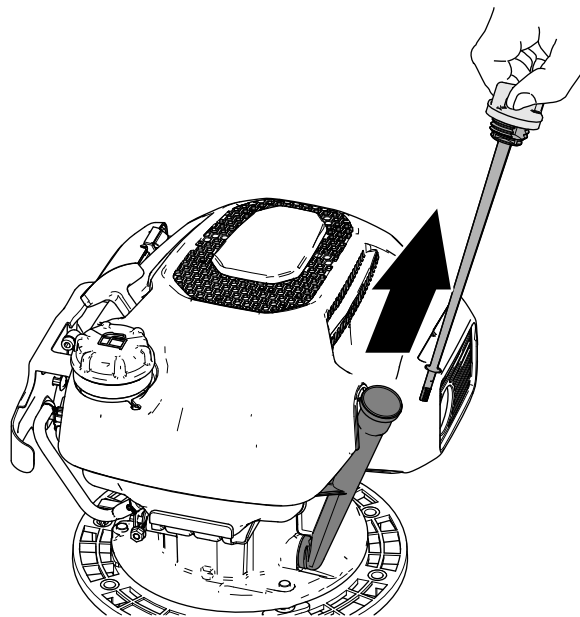

Figure 14
5. Fixez le bloc de fixation sur la partie supérieure du guidon (Figure 14) à l'aide du boulon ($\frac{1}{4}$ " x $1\frac{3}{4}$ ") et du contre-écrou ($\frac{1}{4}$ ").
2. Retirez la jauge du goulot de remplissage et essuyez-la sur un chiffon propre (Figure 14).